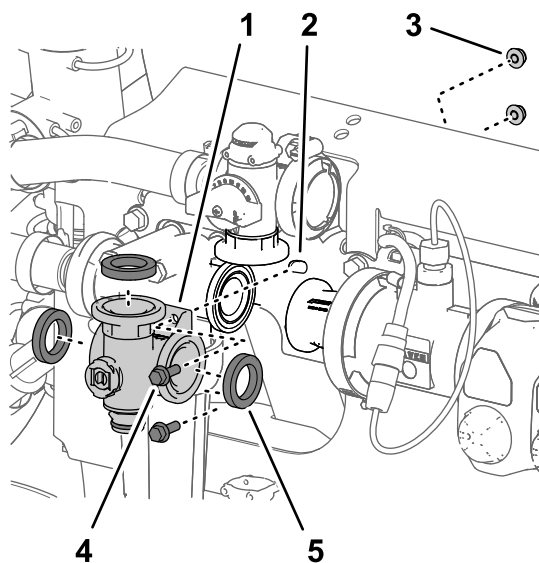

Рисунок 109
- Выверните 2 болта с фланцем ($\frac{1}{4} \times \frac{3}{4}$ дюйма) и 2 фланцевые контргайки ($\frac{1}{4}$ дюйма), с помощью которых коллектор клапана перемешивания подсоединен к опоре клапана (Рисунок 109).
- Снимите коллектор клапана перемешивания и прокладки с машины (Рисунок 109).